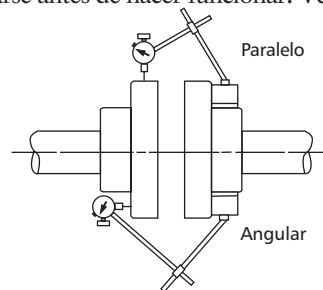

Figura 6
5.2.1. Aunque la unidad del motor y bomba pueda tener una alineación de fábrica, ésta pudo haberse alterado en tránsito y debe verificarse antes de hacer funcionar. Vea la Figura 6.